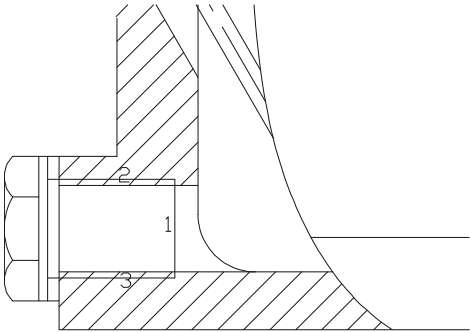
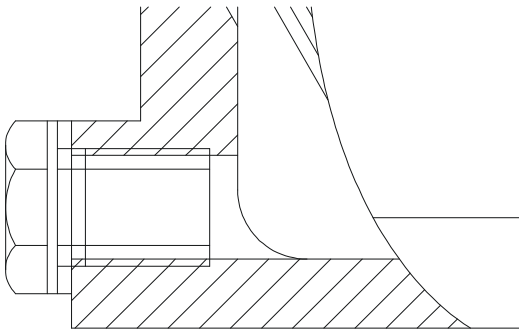
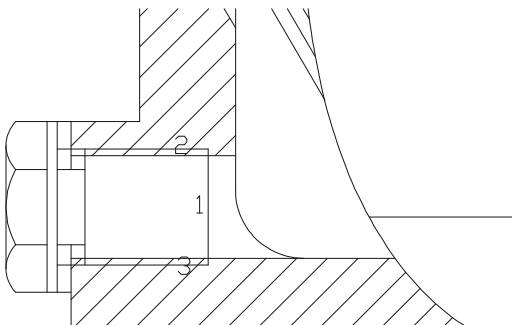

图 11-2-34
图 11-2-35
图 11-2-36
STEP 07 螺钉的其他圆弧画法和此相似，学者也可以参照前面画螺母的方法与步骤进行操作，效果如图 11-2-34 所示。
STEP 08 绘制螺钉体，由于减速器的工作条件情况，要求放油螺钉必需把放油孔密封好，防止润滑油的外泄，因此在螺钉头和螺钉体间有一小凹槽(专业上称之为退刀槽)，这个凹槽有两个作用，一是便于螺钉体的螺纹加工，二是便于拧紧螺钉，保持箱体的密封性。具体操作是，运用偏移命令把图 11-2-34 中的直线 1 向左偏移 18；把直线 2 向下偏移 3 把直线 3 向上偏移 3，效果如图 11-2-35 所示。
STEP 09 用剪切工具对图 11-2-35 中的螺钉凹槽进行剪切掉多余的线段，效果如图 11-2-36 所示。
// 默认当前倒角距离不变, 直接选择图 11-2-36 中的直线 1
// 选择图 11-2-36 中的直线 1